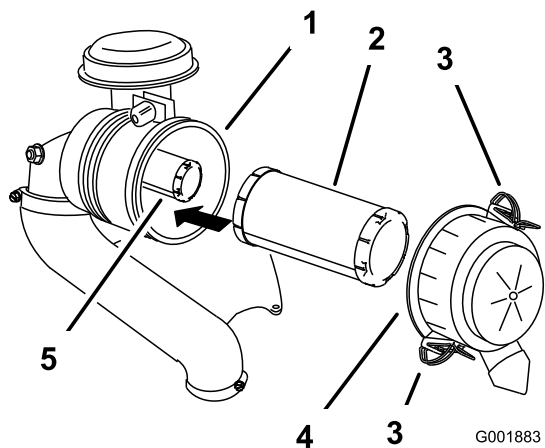

Figure 46
3. Ouvrez les dispositifs de verrouillage du filtre à air et détachez le couvercle du boîtier du filtre (Figure 46).
- Sortez le préfiltre du boîtier du filtre avec précaution (Figure 46).
- Si vous remplacez l'élément intérieur, insérez-le avec précaution dans le boîtier du filtre (Figure 46).
- Placez ensuite le préfiltre sur l'élément de sécurité avec le même soin (Figure 46).
- Remettez en place et verrouillez le couvercle du filtre à air (Figure 46).